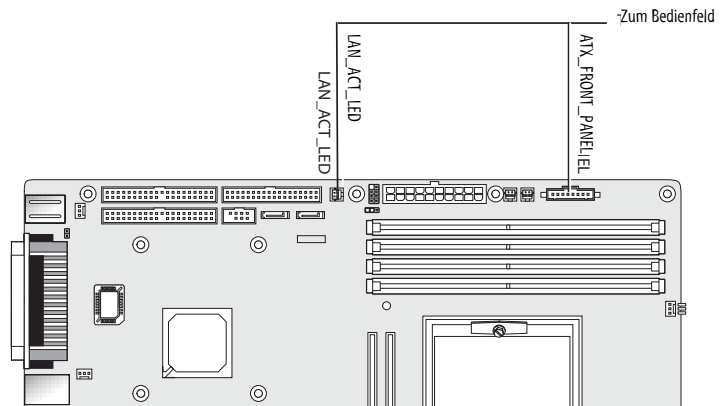

ABBILDUNG 4-23 Kabelverbindungen des Bedienelements
6. **Ziehen Sie die beiden Stecker des Bedienelements an der Hauptplatine ab (siehe ABBILDUNG 4-23) und heben Sie das Bedienelement aus dem Systemgehäuse.**